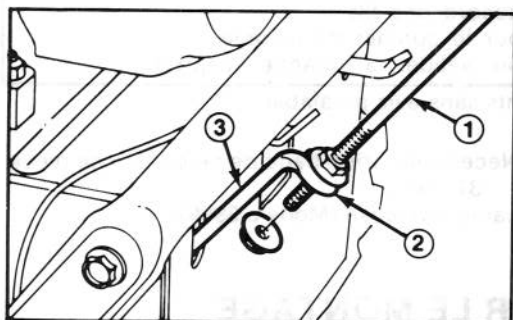

Figure 3
2. Introduisez la tige de traction dans la bride de la tige de traction inférieure (Fig. 3).
3. Enfilez en écrou à collerette (la collerette en haut) sur le bas de la tige de commande de traction jusqu'à la bride dans la tige de traction inférieure (Fig. 3).
6. Réglez les écrous à collerette sur la tige de traction (Fig. 3) jusqu'à ce que la dimension correcte soit obtenue.